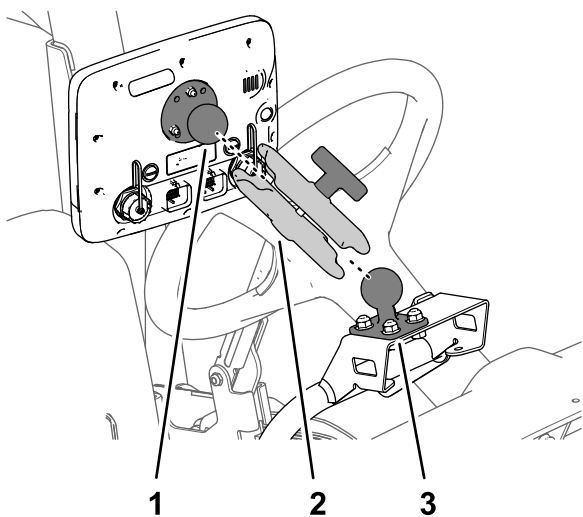

Рисунок 164
3. Подсоедините шаровый соединитель монитора и шаровое крепление на машине к стойке монитора (Рисунок 164).
4. Отрегулируйте монитор таким образом, чтобы его можно было видеть с рабочего места оператора, и затяните ручку на стойке монитора от руки (Рисунок 164).